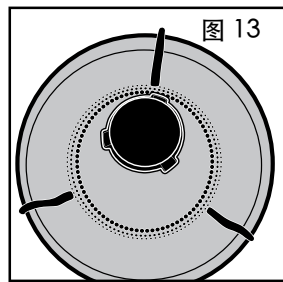

图 13
12. 拿起另两个塑料电线夹，将其连接到水槽，使三个电线夹一起形成三角形的三个点（参见图 13）。这样就将圆锥体锁定到位。